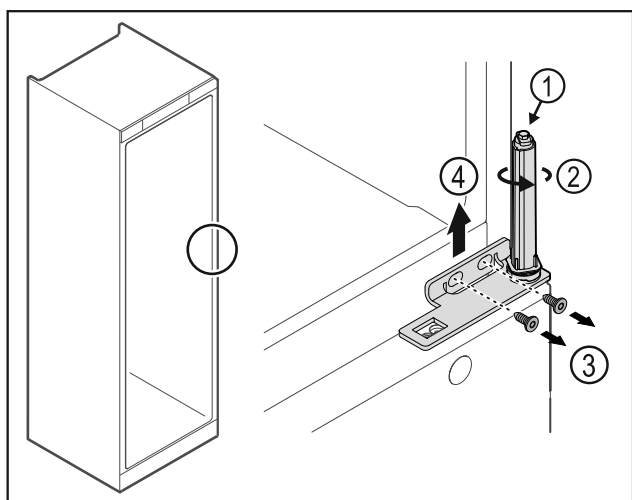

Fig. 27
- ▶ Neizjauciet durvju slēgšanas sistēmu Fig. 27 (1).
- ▶ Pagrieziet slēgšanas sistēmu Fig. 27 (2), līdz tā noklikšķ.
- ▶ Atskrūvējiet skrūves Fig. 27 (3), noņemiet lokāmos kronšteinus uz augšu Fig. 27 (4).